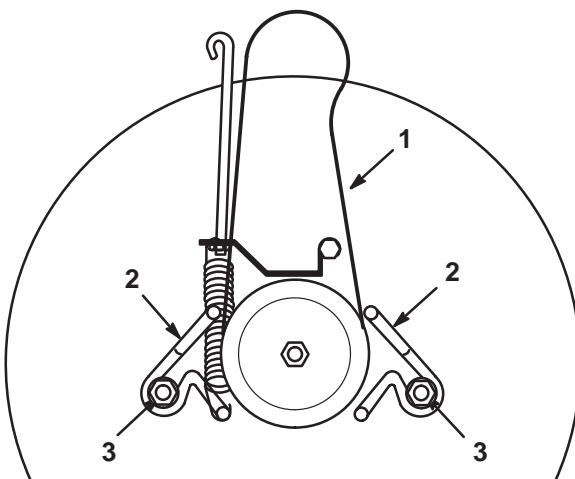

Figure 41
- 2.** Desserrez les boulons de montage des guide-courroie et écartez ceux-ci de la poulie (Fig. 41).
- Installez la nouvelle courroie d'entraînement autour de la poulie et dans les guide-courroie (Fig. 41).
- Réglez les guide-courroie pour qu'ils se trouvent à 3 mm de la poulie. Serrez les boulons de montage (Fig. 41).